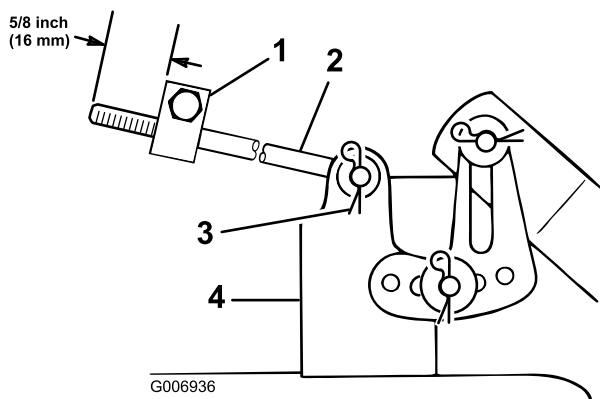

Bild 49
6. Messen Sie die Länge der Stange, die vorne aus dem Einstellblock an den Seiten des Rahmens heraussteht (Bild 49). Entfernen Sie, wenn die Länge der Stange nicht 16 mm beträgt, den Splint und die Scheibe vom Ende der Stange (Bild 49) und drehen Sie die Stange, bis die Länge von 16 mm erreicht ist.